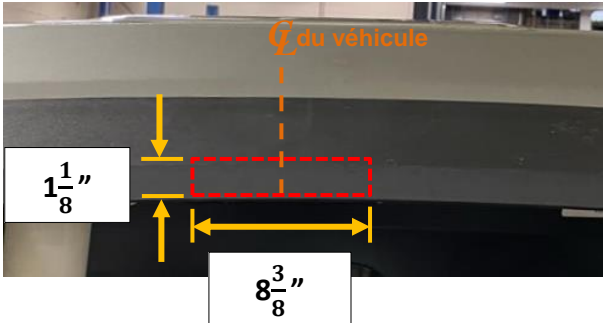

**Figure 1**
- Installer l'attelage** – Aligner la poutre de pare-chocs sur l'attelage sur le plancher. Soulever l'attelage et la poutre de pare-chocs en position en alignant les trous sur les goujons du panneau d'extrémité. Réinstaller le support métallique du faisceau de fils sur le goujon et installer lâchement six (6) écrous à embase M10 sur la poutre de pare-chocs et l'attelage, voir Figure 1.
**5. Installer l'attelage** – Aligner la poutre de pare-chocs sur l'attelage sur le plancher. Soulever l'attelage et la poutre de pare-chocs en position en alignant les trous sur les goujons du panneau d'extrémité. Réinstaller le support métallique du faisceau de fils sur le goujon et installer lâchement six (6) écrous à embase M10 sur la poutre de pare-chocs et l'attelage, voir Figure 1.